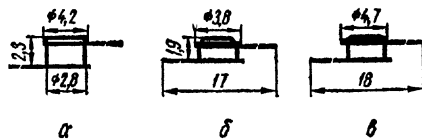

Рис. 269. Внешний вид и основные размеры туннельных и обращенных диодов
**АИ101 (А, Б, В, Д, Е, И).** Туннельные усилительные диоды (рис. 269, а). Диапазон рабочих температур от  $-60$  до  $+85^{\circ}\text{C}$ .
**АИ201 (А, В, Г, Е, Ж, И, К, Л).** Туннельные генераторные диоды (рис. 269, а). Диапазон рабочих температур от  $-60$  до  $+85^{\circ}\text{C}$ .
**АИ301 (А, Б, В, Г).** Туннельные переключающие диоды (см. рис. 269, а). Диапазон рабочих температур от  $-60$  до  $+70^{\circ}\text{C}$ .
**АИ402 (Б, Г, Е, И).** Обращенные диоды (см. рис. 269, а). Диапазон рабочих температур от  $-60$  до  $+85^{\circ}\text{C}$ .
**ГИ304 (А, Б), ГИ305 (А, Б), ГИ307А.** Туннельные переключающие диоды (см. рис. 269, б). Диапазон рабочих температур от  $-40$  до  $+60^{\circ}\text{C}$ .